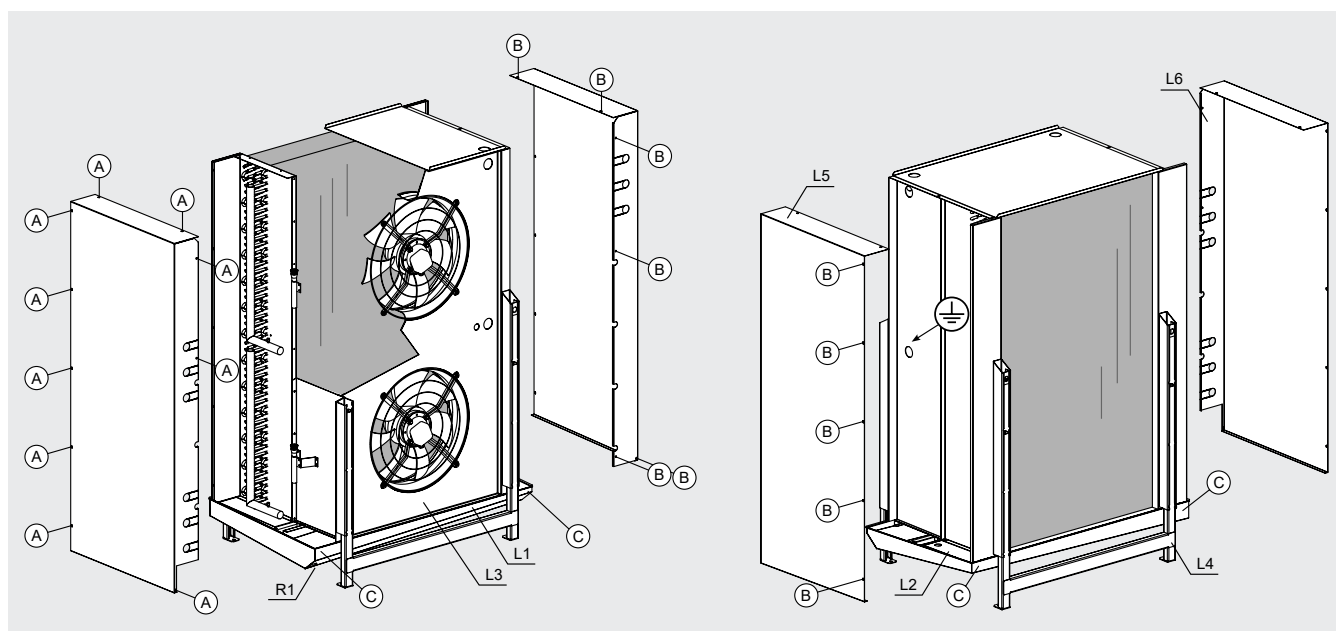

Figura 5
- 8.1 Desatornille los tornillos "B" y deslice la tapa lateral L5 hacia un lado para acceder a los colectores y distribuidores. Utilice las aberturas laterales de la tapa lateral L5 para las conexiones. Véase Figura 5.